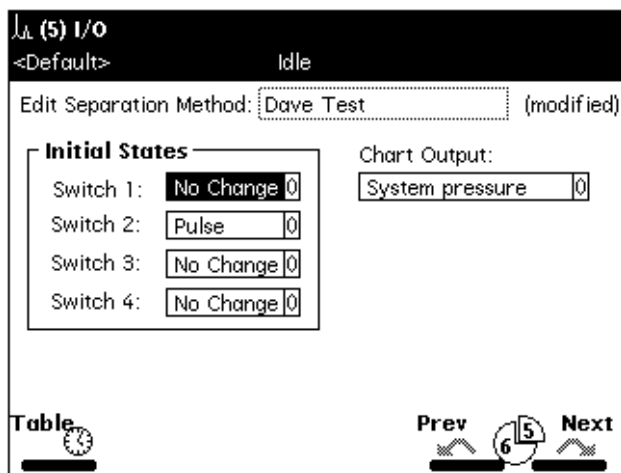

图 6-8 I/O 屏幕
1. 按 **Next**（下一屏）或 **Prev**（上一屏）屏幕键以显示 I/O 屏幕（图 6-8）。